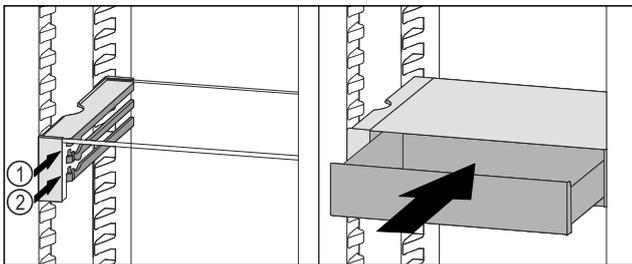

Fig. 76
- ▶ Установите выдвижной ящик VarioSafe за стопоры на требуемый выступ Fig. 76 (1) или Fig. 76 (2).